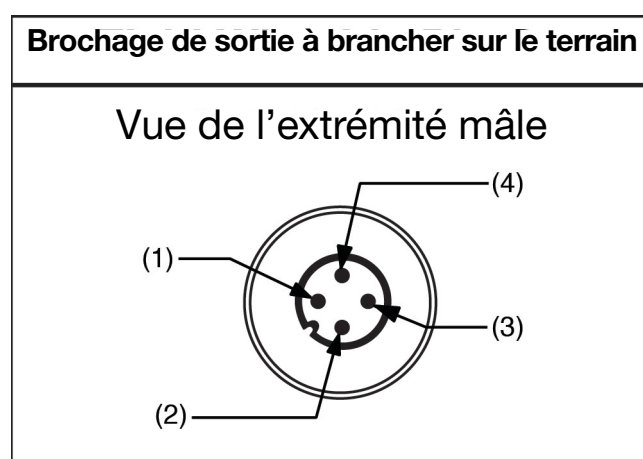

**FIG. 15**
**Couleurs de câble (FIG. 15)**